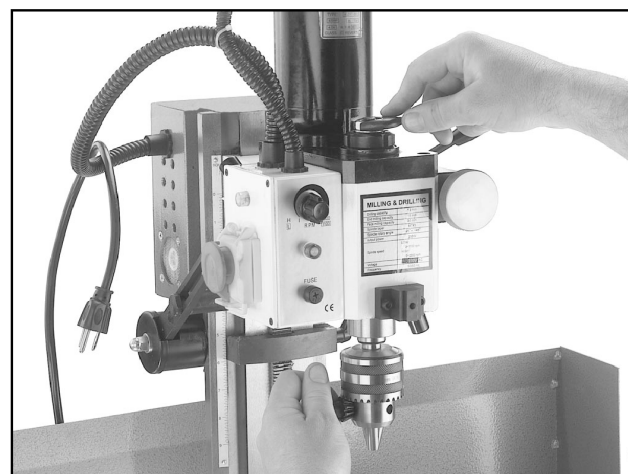

Fig. 9 Tag fræse/borespindlens låsemøtrik væk.
3. Anvend 19 mm skruenøgle i overensstemmelse med **fig. 9** for at skrue spindlens møtrik af.